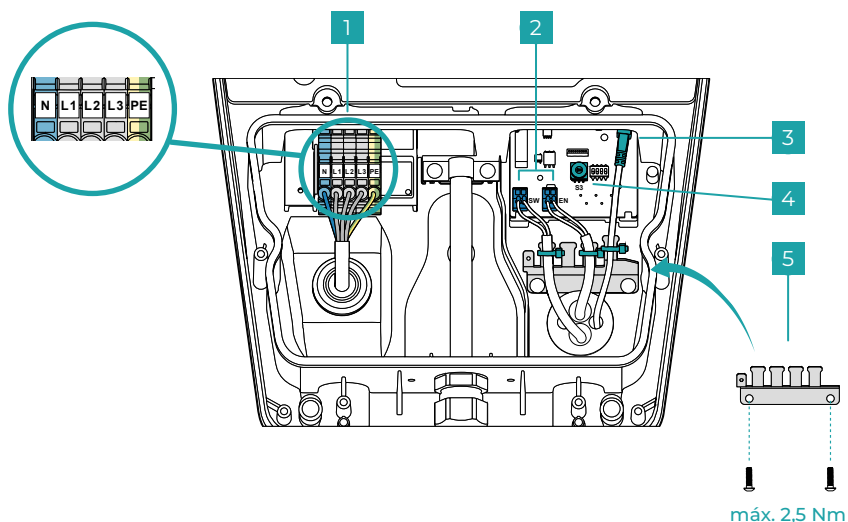
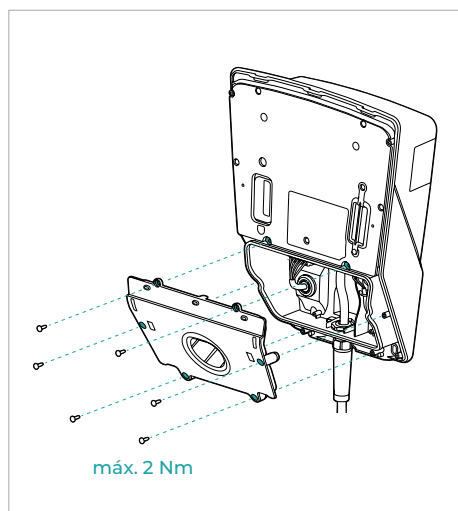

Fig. 6
Fig. 7
Opcionalmente pode ser ligado um dispositivo de bloqueio externo (por exemplo um interruptor de chave) à interface interna (**Fig. 6 - N.º 2 - Interface EN**).
- Prepare o cabo de alimentação ($\varnothing$ 10 - 20 mm // máx. 5*6 mm²) e ligue-o conforme representado na **Fig. 6 - N.º 1**. Na ilustração, a ligação de rede é representada em três fases. Para ligar o sistema de carregamento à rede através de uma fase, utilize N, L1 e PE.
- Configure a corrente de carregamento máxima entre 6 A e 16 A com a ajuda do interruptor rotativo S3, como representado na **Fig. 6 - N.º 4**.
- Opcional: Prepare os cabos de dados (Digital-In (EN) / Out (SW) e LAN) e ligue-os conforme representado na **Fig. 6 - N.º 2 e 3**. Para ligar um dispositivo de bloqueio externo através de Digital-IN, retire previamente a ponte para cabos.
Tal como representado na **Fig. 6 - N.º 5**, coloque o alívio de tensão e fixe os cabos de dados com abraçadeiras. Monte a cobertura inferior do sistema de carregamento como representado na **Fig. 7**.